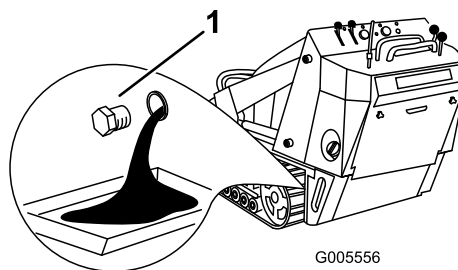

Figura 32
- Retire el tapón de vaciado (Figura 32).